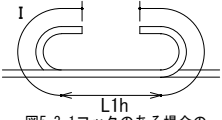

図5.3.1フックのある場合の重ね継手及び定着の長さ
2、フックのある場合のL は、図5.3.1に示すようにフック部分Lを含まない。